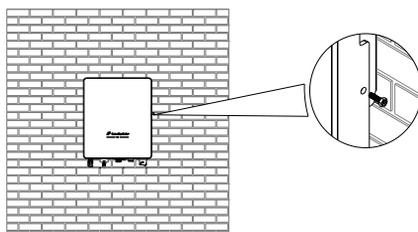

FIG. 6-10 Fixe os dois lados do inversor
- 2) Use dois parafusos de segurança para fixar os dois lados do inversor para garantir que o inversor seja fixado firmemente à parede, conforme FIG. 6-10.